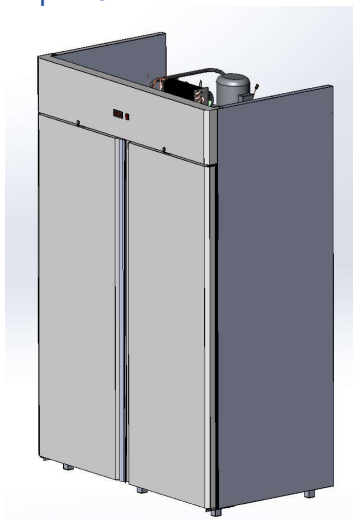

Рис. 9
10. Разместить шкаф без упаковки в месте установки - рис.9.